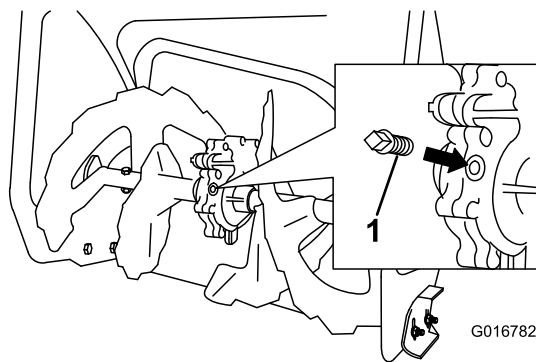

Figura 30
- Pulite l'area circostante il tappo del tubo (Figura 30).